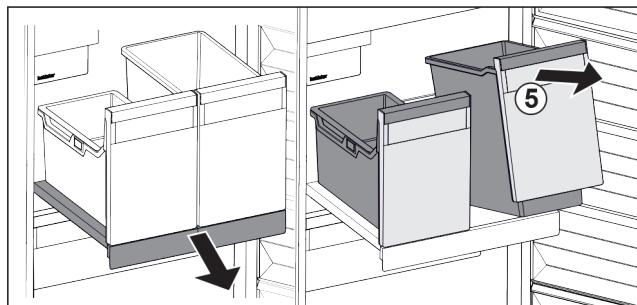

Fig. 23
- Повдигнете съда Fig. 23 (5) отпред.